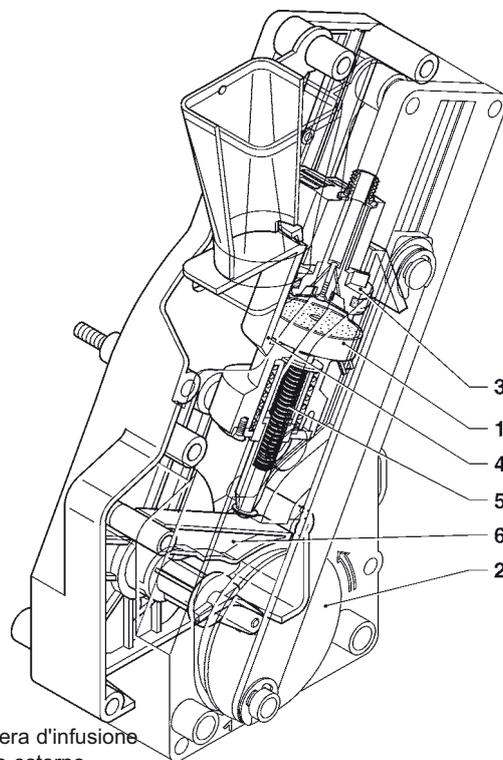

Fig. 18
La manovella del motoriduttore innestata sul disco esterno (2) al gruppo, ruota di 180° causando l'oscillazione della camera di infusione e la discesa del pistone superiore (3) (vedi fig. 18).